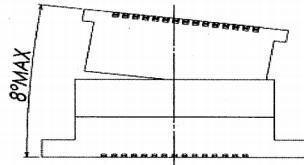
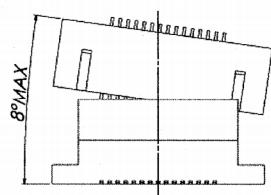
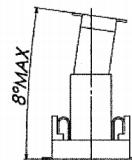
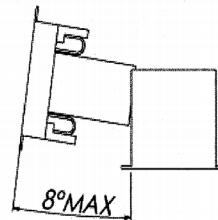

図3/Fig3
図5/Fig5
図4/Fig4
図6/Fig6
- ・誘い込み時の角度は図3~図4、図5~図6になりますので、記載角度以下で位置決めをして下さい。
- Figure 3 ~ 4 or 5~6 show guiding angle. Please locate it below the described angle.